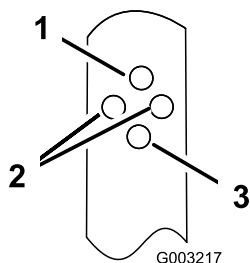

Figura 18
2. Inserite il bullone nel foro di ogni staffa della stegola, in modo da regolare quest'ultima nella posizione più comoda (Figura 18).